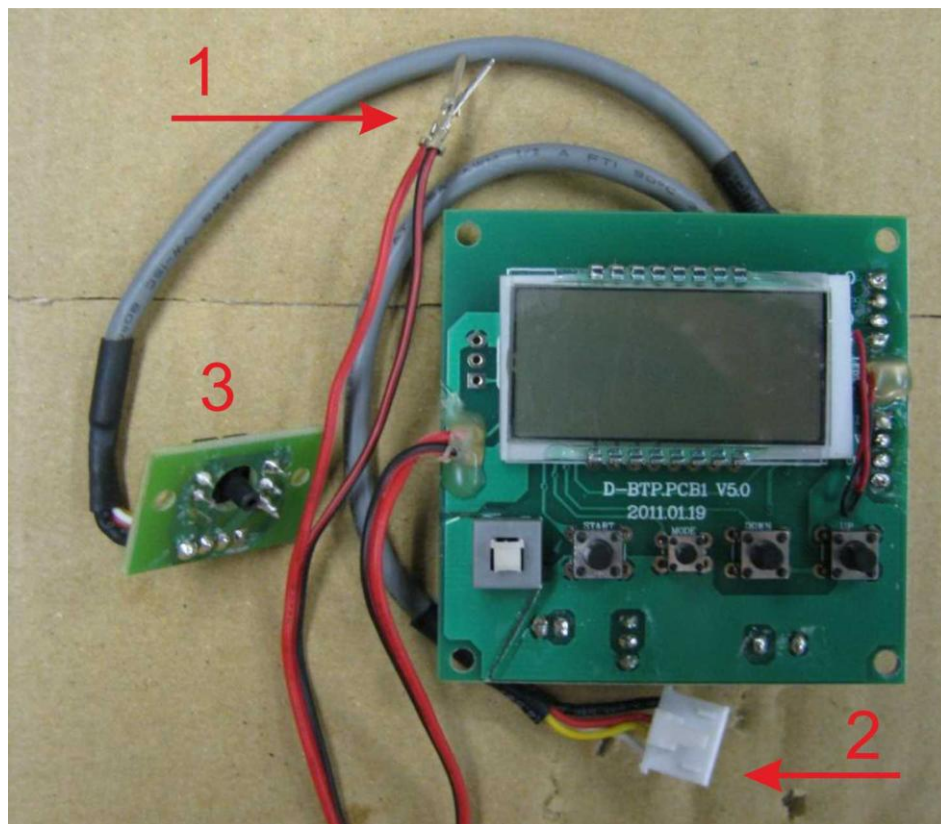

Рис. 19
**ЖК индикатор насоса ВТР12Д** – Для замены ЖК платы с индикатором Рис. 19, необходимо разобрать насос Рис. 1, 2, отсоединить разъемы платы Рис. 19 (поз. 2) и геркона (поз. 1), отвинтить датчик давления